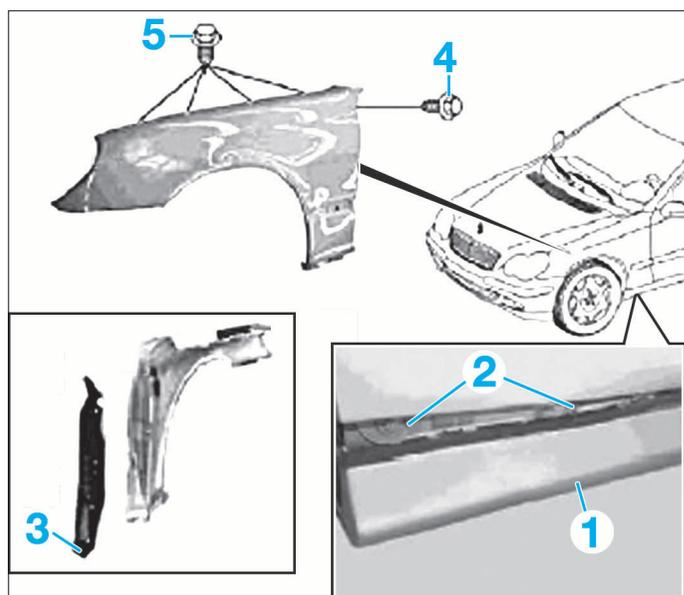

FIG. 9
- les vis (2) (Fig.9) après avoir décroché la partie AV du recouvrement de bas de caisse (1).
- la garniture (3).
- la vis (4).
- les vis (5).